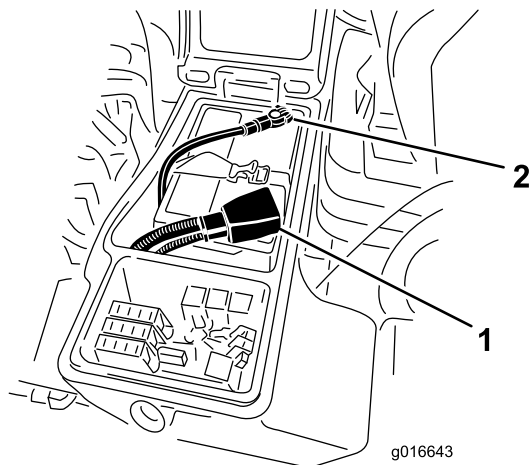

図 64
4. 赤い (+) ケーブルをバッテリーの (+) 端子に、黒いケーブル (-) はバッテリーの (-) 端子に固定する (図 64) ケーブルはキャップスクリューとナットで各電極に確実に固定すること。プラス端子が電極に十分にはまり込んでいること、ケーブルの配線に無理がないことを確認する。ケーブルとバッテリーカバーを接触させないこと。ショート防止のために (+) 端子にゴムキャップをかぶせる。